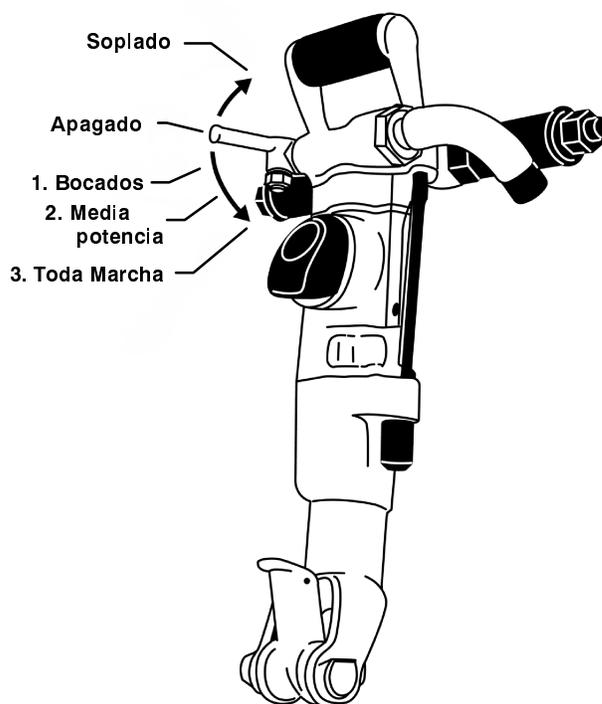

Figura 1.
- El martillo rompedor está controlado mediante el movimiento de la palanca como lo ilustra la Figura 1.